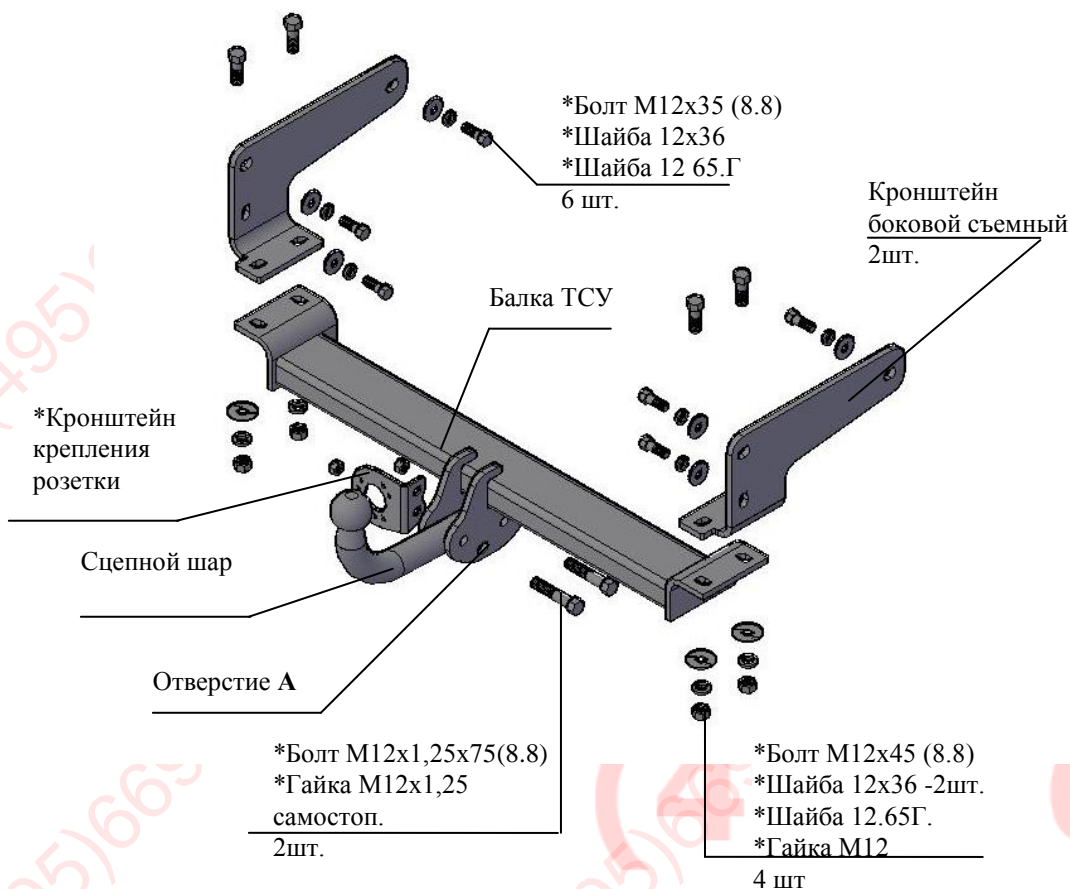

Рис.1 Тягово-сцепное устройство 9910
2.1 ТСУ 9910 в сборе (рис.1)	1 шт.
2.2 Пакет с комплектующими (см. рис.1)	1 шт.